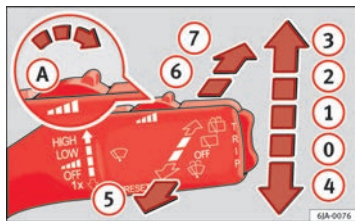

Fig. 66 O manípulo do limpa-vidros
- Se desejar apenas limpar o pára-brisas **rapidamente** desloque o manípulo para baixo, até à posição ④ ⇒ Fig. 66.
- Empurre o manípulo para cima, até à posição ① ⇒ Fig. 66. ▶
- Empurre o manípulo para cima, até à posição **2** ⇒ Fig. 66.
- Empurre o manípulo para cima, até à posição **3** ⇒ Fig. 66.
- Puxe o manípulo para o volante, posição **5** ⇒ Fig. 66, para pôr em funcionamento o lava pára-brisas e o limpa pára-brisas.
- Pressione o manípulo até à posição **6** ⇒ Fig. 66, o limpa-vidros traseiro é accionado em intervalos de 6 segundos.
- Pressione o manípulo completamente para a frente até à posição **7** ⇒ Fig. 66, o limpa e lava-vidros traseiro funcionam simultaneamente.
- Mova o manípulo até à posição **0** ⇒ Fig. 66.
Se estiverem ligados os médios ou os máximos e levantar o manípulo até à posição **5** ⇒ Fig. 66, activa por um breve período os lava-faróis. Os lava-faróis são também accionados a cada décima activação do lava pára-brisas.
- Pressione o manípulo até à posição ④ ⇒ Fig. 66 ⇒ Página 106, os braços dos limpa pára-brisas colocam-se na posição de serviço.
- Ligue a ignição e pressione o manípulo até à posição ④ ⇒ Fig. 66 ⇒ Página 106, os braços dos limpa pára-brisas colocam-se na posição básica.